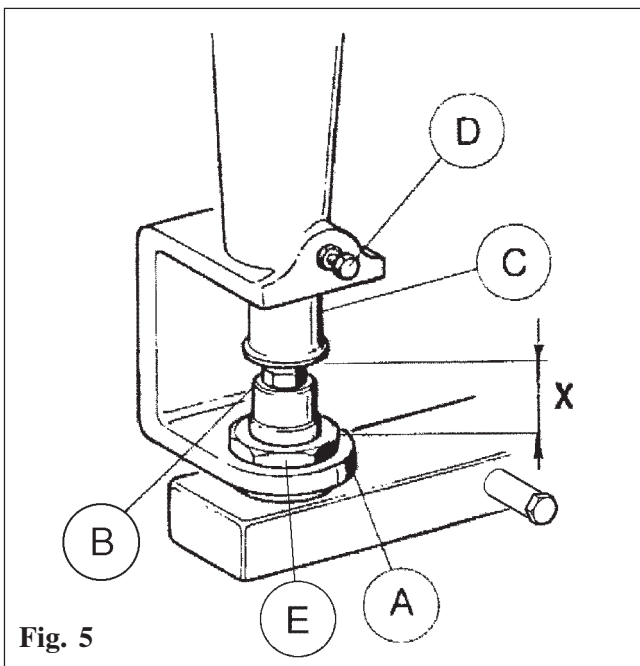

Fig. 5
**F) Quemador (Fig. 5)**
- Desenrosque la tuerca (Fig. 5 pos. E)